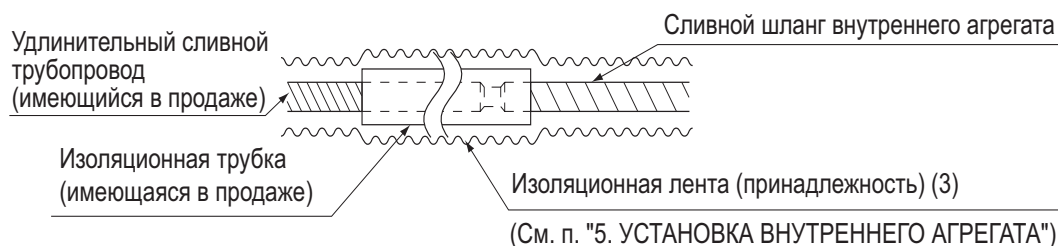

Рис. 19
- При удлинении сливного шланга пользуйтесь имеющимся в свободной продаже удлинительным шлангом и обеспечьте надлежащую изоляцию наращиваемого участка сливного шланга. (См. рис. 19)